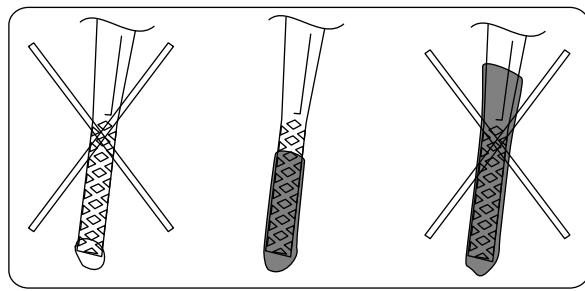

Figure 12
2. Retirez la jauge (Figure 12).
5. Sortez de nouveau la jauge et vérifiez le niveau d'huile (Figure 12).